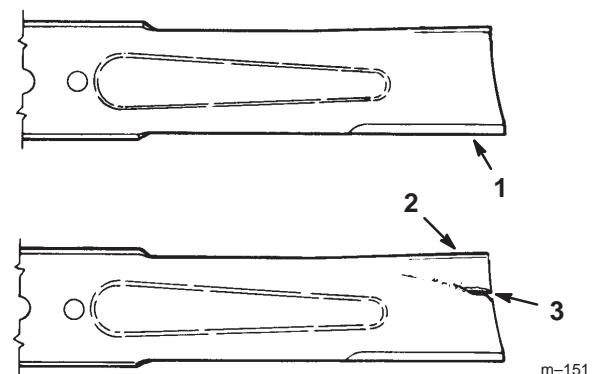

Figure 33
1. Inspectez les tranchants des lames (Fig. 33). Si les lames ne sont pas tranchantes ou si elles présentent des indentations, déposez-les et aiguisez-les (voir Aiguise des lames, page 34).
2. Inspectez les lames, surtout la partie incurvée (Fig. 33). Remplacez immédiatement toute lame endommagée, usée ou qui présente une entaille (repère 3 de la Fig. 33).